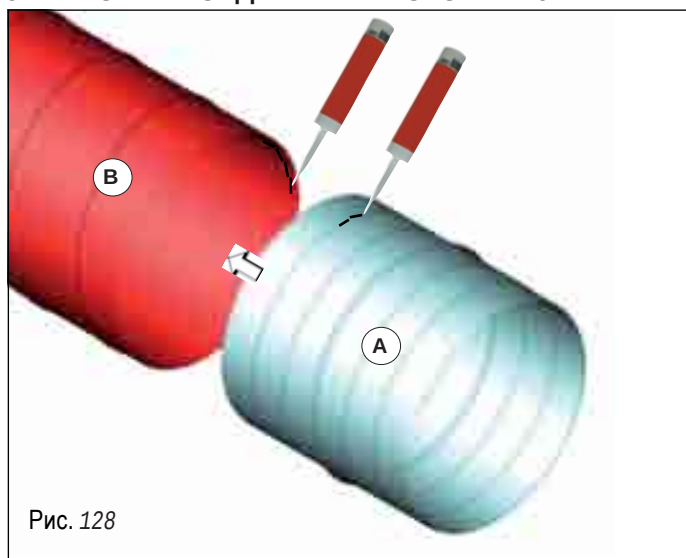
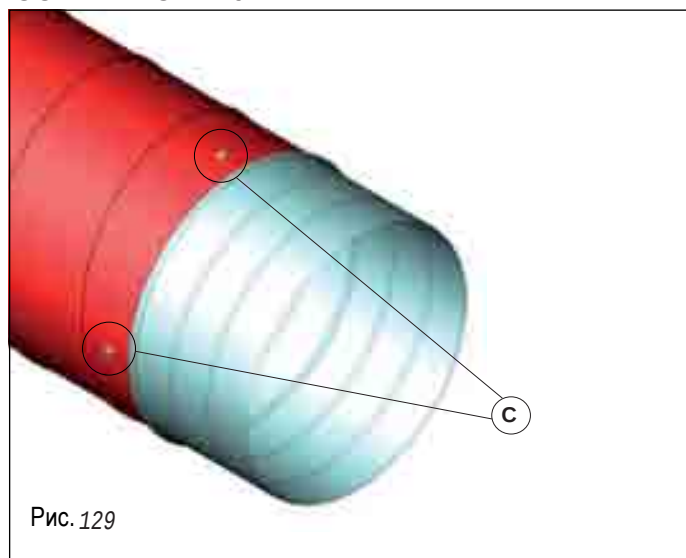

Рис. 128
Рис. 129
Нанести на горловины соединительного патрубка (A) и на внутреннюю поверхность теплообменной трубы (B) силиконовый герметик (рис. 128). Обращаем внимание на то, что для первых 3 швов ленты, начиная от генератора, необходимо использовать черный силиконовый герметик, а для остальных использовать красный герметик. Вставить теплообменную трубу (B) вплоть до ребра, как на рис. 129, закрепить с помощью не менее 4 саморезов (C) трубу и с патрубком.